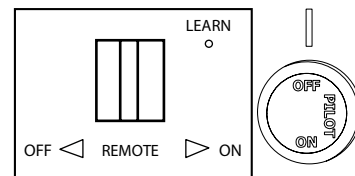

Fig. 26 - Receptor y perilla de control
2. Coloque el interruptor del receptor en la posición "ON" (Ver Fig. 26).
3. Gire la perilla de control hacia la derecha  a la posición "OFF" (Ver Fig. 26).
4. Espere cinco (5) minutos para que se vacíe todo el gas. Luego huela en busca de gas, incluyendo cerca del piso. Si huele gas, ¡ALTO! Siga "B" en la información de seguridad como se indicó antes. Si no huele a gas, vaya al siguiente paso.
5. Presione ligeramente y gire la perilla de control hacia la izquierda  a la posición "PILOT" (Ver Fig. 26). Oprima la perilla de control.